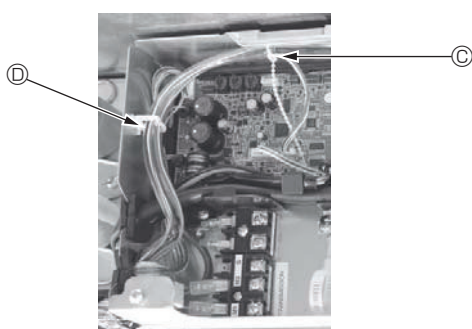
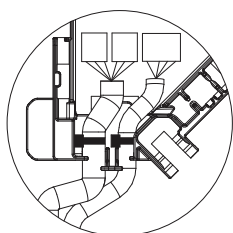

Fig. 5-15
Fig. 5-16
- **Placez les excès de fils de jonction du capteur i-See et du récepteur de signal dans le boîtier des composants électriques dans le crochet pour fils, comme indiqué sur le schéma, et groupez les fils à l'aide de la fixation. (Fig. 5-15)** Veillez à ce que le ruban qui maintient les fils de jonction du capteur i-See et du récepteur de signal soit bien positionné à l'intérieur de la boîte de raccordement. (Fig. 5-16)